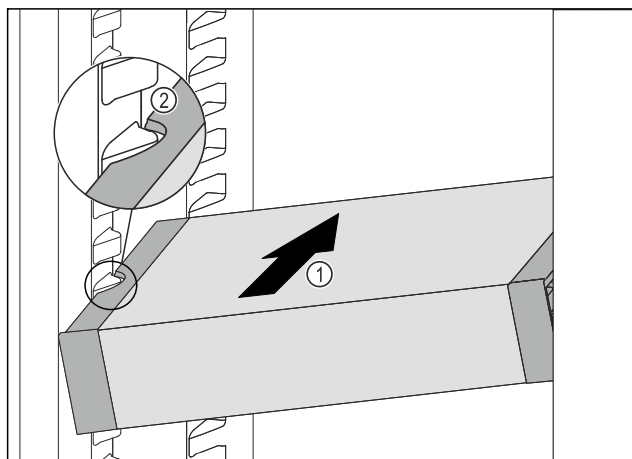

Fig. 83
- Zasuňte VarioSafe do chladničky pod úhlem tak Fig. 83 (1), aby vybrání na bocích Fig. 83 (2) VarioSafe byla na úrovni žebrování na nádoby v chladničce.